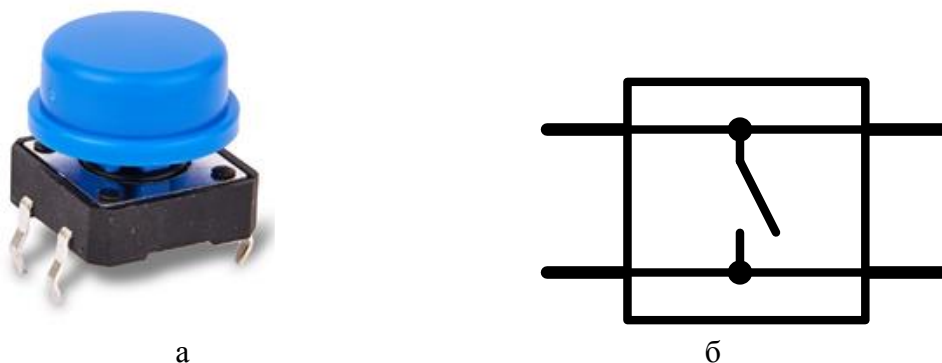

Рисунок 8.2 — Зовнішній вигляд кнопки (а) та її внутрішня схема (б)
Зовнішній вигляд кнопки та її схема наведена на рис. 8.2
5. Що за замовчуванням буде повертати команда digitalRead(pin), якщо до виводу pin буде підключено кнопку за варіантом рис. 8.2а і що буде повертатися при натисненні кнопки?